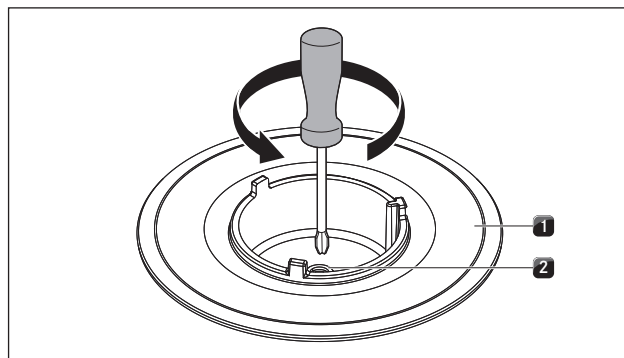

Abb. 4.46 Kochstellenbrenner mit Gas-Brennerdüse
- ▶ Kleben Sie die im Lieferumfang enthaltenen Düzensatz-Typenschilder an passender Stelle über das Düzensatz-Typenschild auf der Unterseite des Kochfeldes (siehe Abb. 4.46) und auf die vorletzte Seite der Bedienungsanleitung.